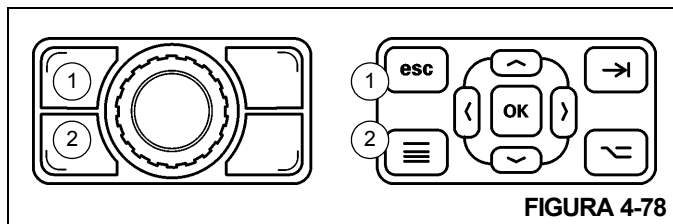

FIGURA 4-78
Para salir de la pantalla de vista de cámara, pulse el botón de pantalla principal (1, Figura 4-78) o el botón de pantalla de menú (2).